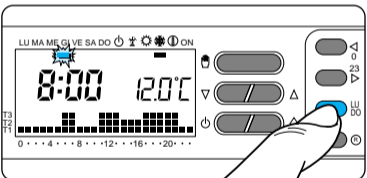

Fig. 48
9.7 - Mediante el botón LU ÷ DO, sitúe el indicador en el día elegido (fig. 48).